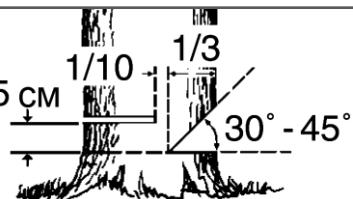

Рис. 14 Расположение запила и пропила
- Выберите направления падения дерева. Для этого следует учсть силу и направление ветра, естественный наклон дерева, равномерность распределения веток в кроне дерева. Начните пилить с той стороны дерева, куда оно должно упасть (Рис. 14).